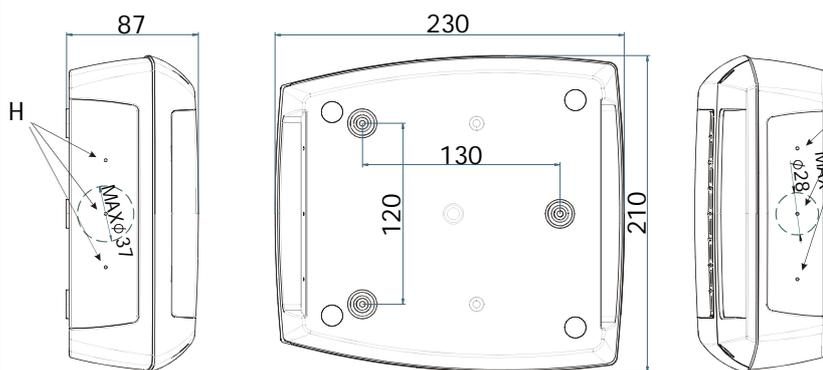

Bild 3
- Für die Kabeldurchführungen sind auf dem Boden des Cool Mate Markierungen angebracht (Bild 3, H, I, J). Danach 3 Löcher bohren, wie in Bild 3 (L, M, N) gezeigt, um den Cool Mate zu befestigen.
- Wandbefestigungsblöcke in die Bohrungen einbringen. Den hinteren Teil des Cool Mate mit den 3 Schrauben befestigen und vorher die beigelegten O-Ringe unterlegen (Bild 3, L, M, N).
- Für die Kabeldurchführungen sind auf dem Boden des Cool Mate Markierungen angebracht (Bild 3, H, I, J).